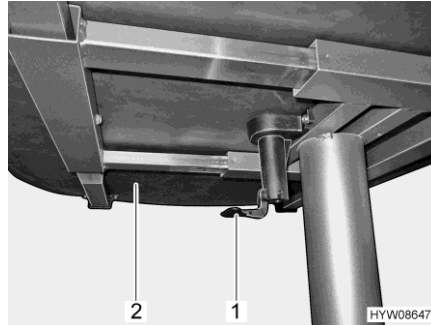

Bild 56 Spak för förskjutning av bordsskivan
- Dra eller tryck spaken (Bild 56,1) nedåt.
- Skjut bordsskivan (Bild 56,2) till önskad position.